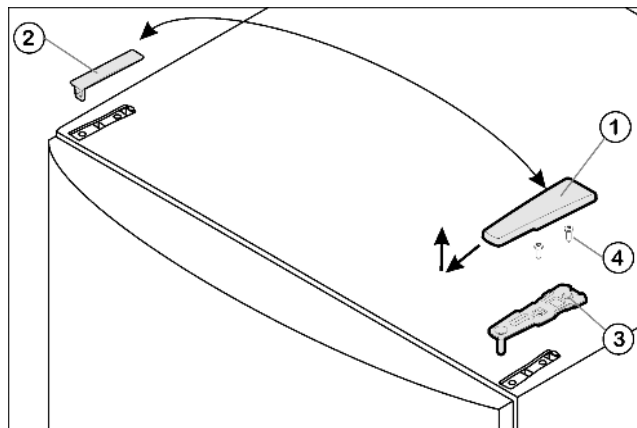

Fig. 5
- ▶ Изтеглете покритието Fig. 5 (1) напред и нагоре.
- ▶ Свалете покритието Fig. 5 (2).
- ▶ Развийте горната лагерна стойка Fig. 5 (3) с (2 x Torx® 25) Fig. 5 (4) и издърпайте нагоре.
- ▶ Поставете горната лагерна опора *Fig. 5 (3)* върху новата страна на шарнира във вратата.
- ▶ Завийте горната лагерна стойка **здрово (с 4 Nm)** (2 x Torx® 25) *Fig. 5 (4)*. Еventуално пробийте предварително отвори за винтовете или използвайте акумулаторна отвертка.
- ▶ Поставете покритието *Fig. 5 (1)* и покритието *Fig. 5 (2)* съответно върху противоположната страна отвън и ги фиксирайте.